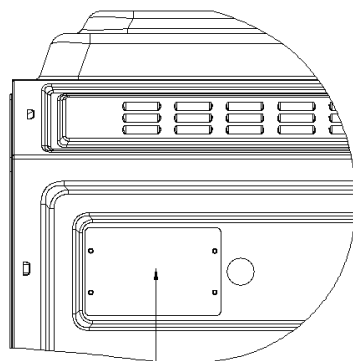

Fig.1.1
Paso 1: Retire la tira de cableado, como se muestra en la Fig.1.1